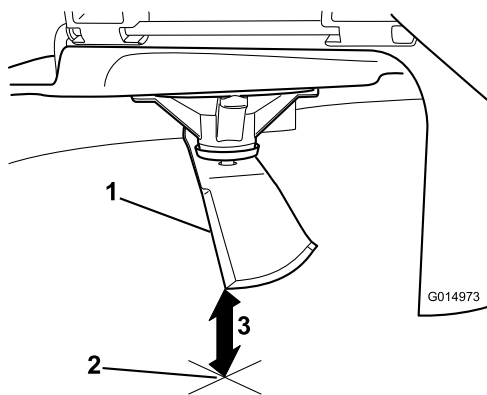

Figure 71
- Mesurez la distance entre la pointe de la lame et la surface plane (Figure 71).